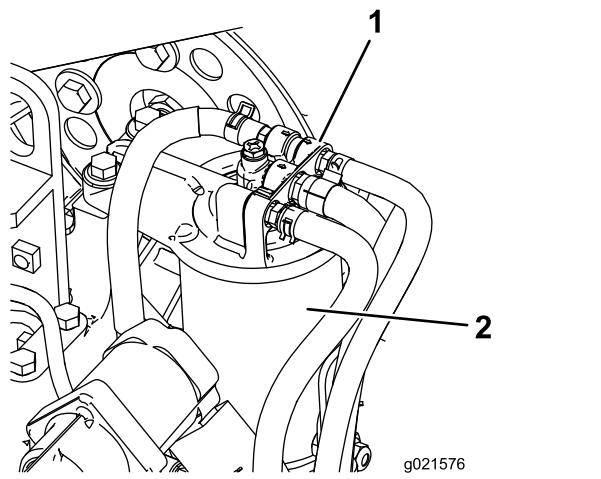

Figura 76
2. Retire el filtro y limpie la superficie de montaje del cabezal del filtro (Figura 76).
1. Limpie la zona alrededor del cabezal del filtro de combustible (Figura 76).